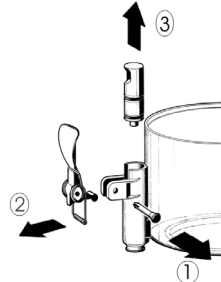

Bild 1
- 3 Den Hahn in der angegebenen Reihenfolge zerlegen (siehe Abbildung 1).
3 Den Hahn an den Behälter anbauen; dabei mit Bezug auf die Zerlegung in der umgekehrten Reihenfolge vorgehen (siehe Abbildung 1).